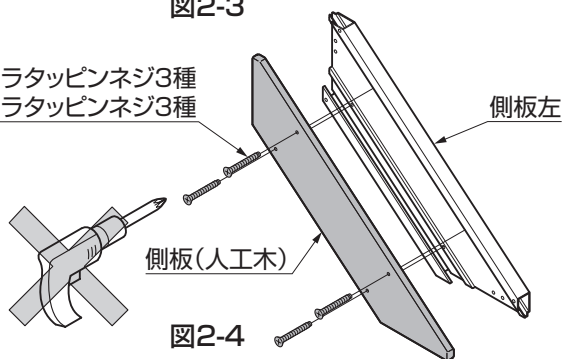

図2-4
②側板と側板(人工木)を【1-6】または【2-6】で取付けてください。(図2-4参照)